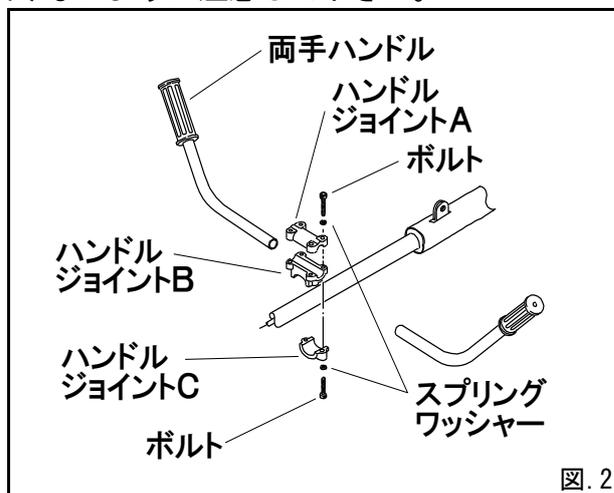
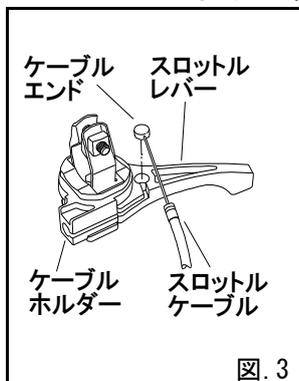

図. 2
図. 3
(1) 両手ハンドル (図. 2)
- ①ハンドルジョイントB・Cを取り付けている2本のボルトを緩め、身体に応じた位置を定め、緩めたボルトを確実に締め付けて下さい。
- ②ハンドルジョイントAを取り付けている4本のボルトを緩め、ハンドルジョイントA・Bの間にハンドルを左右均等になるようにハンドルジョイントBのセンターリブまで差し込みます。
- ③ハンドルの傾きを調整し、緩めた4本のボルトを均一に確実に締め付けて下さい。
3) スロットルレバー取り付け (図. 3・4・5)
- ①スロットルケーブルは腰当の中をエンジン側より通して下さい。
- ②ケーブルエンドをスロットルレバーに引っ掛け、スロットルケーブルをケーブルホルダーに確実にセットして下さい。
- ③スロットルレバーはハンドルの操作しやすい位置に取り付けて、スロットルケーブルをケーブルバンドでハンドルに固定して下さい。
- ④スロットルレバーのあそびはキャブレターのアジャスターナットで約2mm程度になるよう調整して下さい。